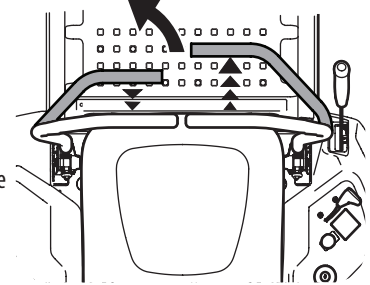

Figure 29
1. Pour tourner à gauche, tirez la barre de conduite gauche vers vous et poussez la barre de conduite droite vers l'avant. Voir Figure 29.